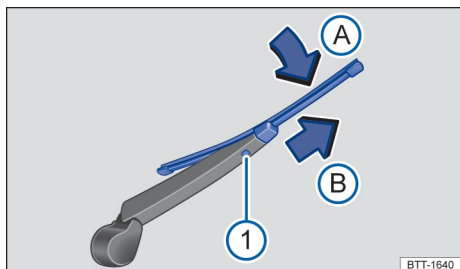

Рисунок 121. Замена щетки заднего стеклоочистителя
- Нажмите и удерживайте кнопку разблокировки → Рисунок 121 ①.
- Возьмите щетку стеклоочистителя в месте → Рисунок 121 (стрелка, A) и вытяните щетку стеклоочистителя в направлении стрелки B. Для вытягивания щетки стеклоочистителя может потребоваться некоторое усилие.
- Вставьте новую щетку стеклоочистителя такой же длины и конструкции на рычаг стеклоочистителя против направления стрелки. → Рисунок 121 B, пока она не зафиксируется. Теперь щетка стеклоочистителя должна находиться в открытом положении. → Рисунок 121 (стрелка, A).